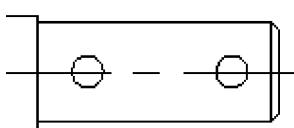
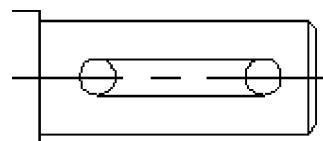

图 11-19 复制圆
图 11-20 绘制直线
执行结果如图 11-19 所示。
(4) 绘制直线 在图 11-19 中，分别执行 LINE 命令，绘制与两个圆均相切的两条直线（在【草绘设置】中取消对圆心的捕捉功能，开启切点捕捉功能），结果如图 11-20 所示。
选择对象或 <全部选择>：(选择作为剪切边的对象，即选择图 11-20 中在前一绘图步骤中绘制的两条直线)